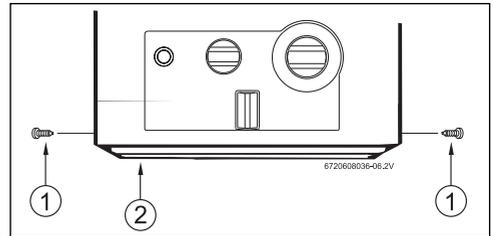

Fig. 5 Ilustración de la bandeja para partículas incandescentes
- ▶ Instale la bandeja para partículas incandescentes con los tornillos suministrados, como se muestra en la Fig. 5.